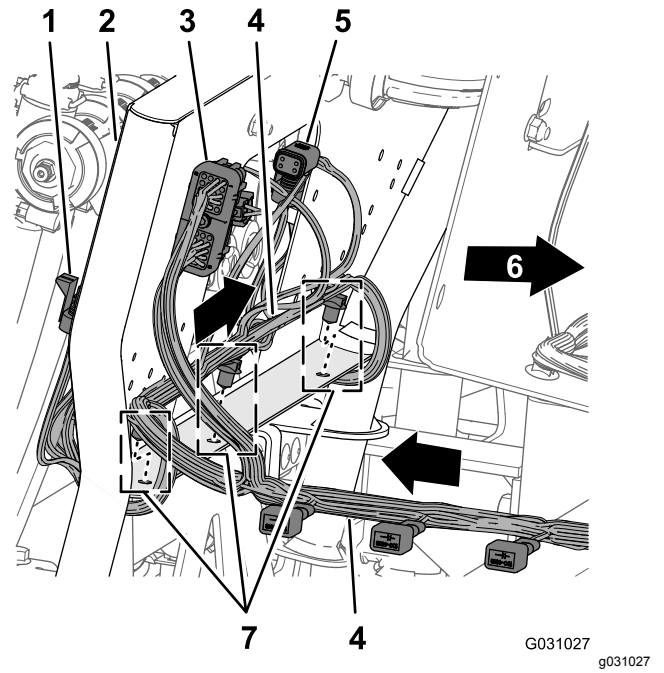

图 99
1. 让 203cm 线束支管穿过 10 阀阀门安装架的后面喷嘴阀的 10 个接头应位于阀门的后下方图 99。
2. 将 203cm 线束支管的压入式紧固件插入 10 阀阀门安装架下方法兰的孔中图 99。